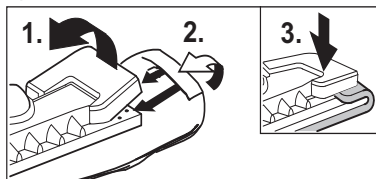

Fig. 11: Așezarea cârpei de șters
- Fixați cârpa de șters (H3) pe duza de curățare a podelelor (H1). Pentru aceasta, împăturiți cârpa de șters pe toată lungimea și așezați pe ea duza de curățare a podelelor. După aceea, trageți pe rând colțurile cârpei de șters, care ies în afară, și prindeți-le sub clemele de fixare (H2) (vezi fig. 11).